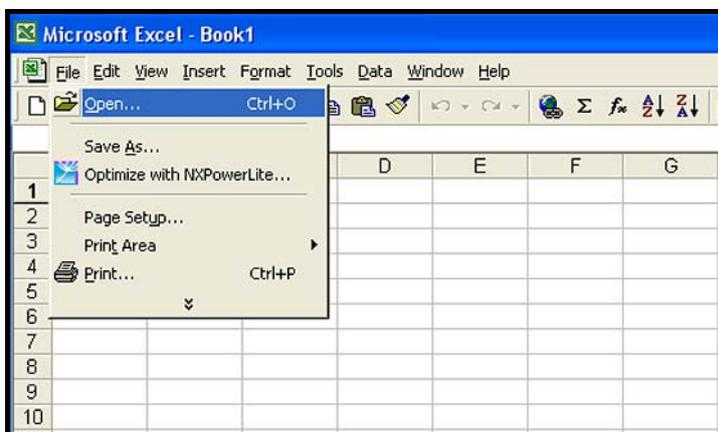

図 57 : Microsoft Excel でログファイルを開く
4. **dw.IQ** のログファイルは、Microsoft Excel などの表計算ソフトで開くことができます。表計算ソフトを起動し、**Open** を選択します（下の図 57 を参照）